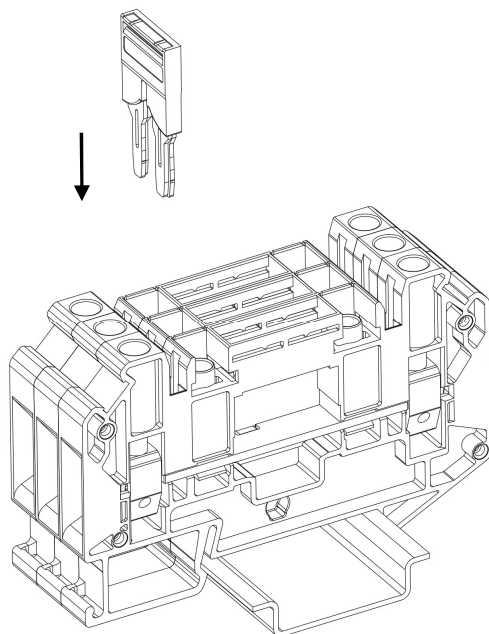
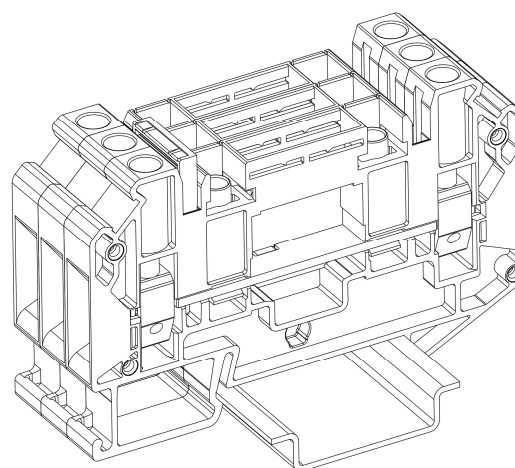

Рисунок 36 – установка перемычки в функциональное отверстие
Рисунок 37 – установленная перемычка
- Для объединения потенциалов смежных клемм соединительной перемычкой вдавите её в функциональное отверстие клеммы до упора (рис. 36; рис. 37). **Необходимо** использовать перемычки, которые соответствуют габаритам клеммы.